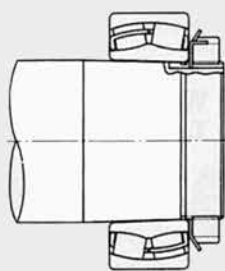
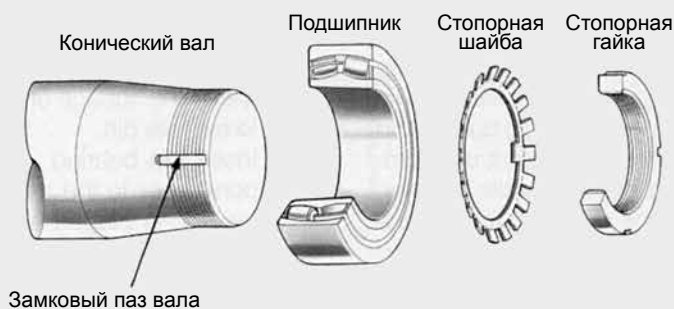

Рис. 6.21 Вид в собранном состоянии (без дистанционного кольца)
Рис. 6.22 Способ с применением стопорной гайки
- Способ стопорной гайки (Рис. 6.21 и Рис. 6.22)
- (а) В случае отсутствия дистанционного кольца (**Рис.6.21** и **Рис.6.22**)
- Для контрнения гайки стопорной шайбой (Более подробно см. Раздел 2.3.5 3) (2) “Способ применения стопорной шайбы при монтаже подшипника”).